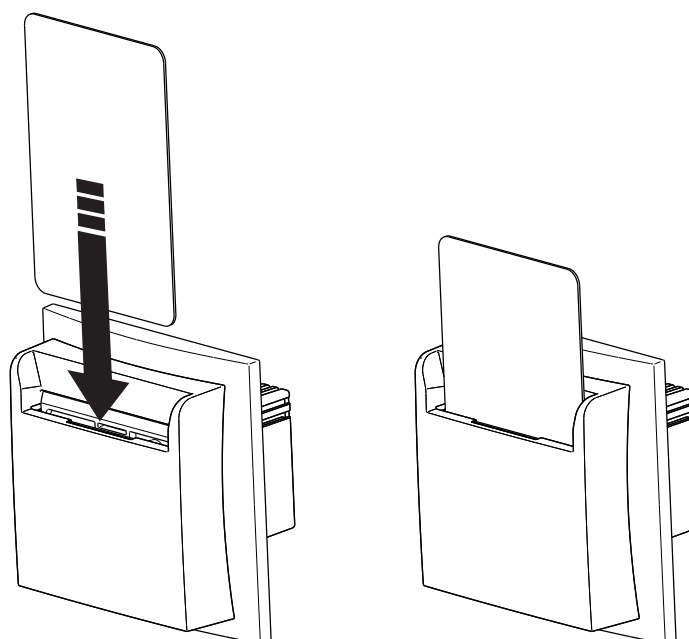

Figure 2
- Insérer l'Hotelcard dans le logement (figure 2).